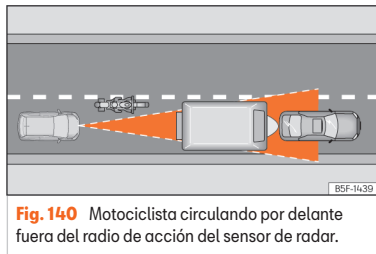

Fig. 140 Motociclista circulando por delante fuera del radio de acción del sensor de radar.
- Vehículos que circulen desalineados o fuera de la zona de detección del sensor, por ejemplo, motocicletas »» **fig. 140.**